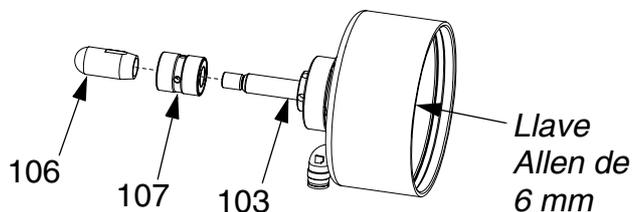

FIG. 9
6. Aplique grasa en la varilla del pistón e instale el cartucho de la copa en U (107) contra el alojamiento de aire (102), con el extremo abierto de las copas en U orientadas hacia el lado opuesto de la sección de aire. Vea la FIG. 9.
7. Retire con un paño la grasa de las roscas de la varilla del pistón. Aplique adhesivo anaeróbico violeta (provisto con el kit de reparación) en las roscas macho y hembra y luego instale el alojamiento de la bola (106). Apriete a 54 N•m (40 pies-lb). Vea la FIG. 9.